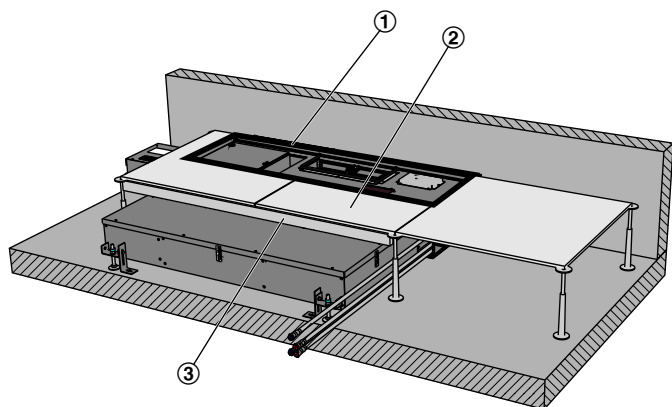

Abb. 6: Zwischenboden herstellen (Doppel- oder Hohlraumboden)
5. ▶ Zwischenboden (Abb. 6/2) so herstellen, dass das Lüftungsgitter mit dem Zwischenboden bündig abschließt (Lüftungsgitter 0 bis -0,5 mm unterhalb Bodenbelag), die Geräteöffnung (Abb. 6/1) aussparen. Im Bereich des Lüftungsgeräts dürfen keine Stützen gesetzt werden. Die Gerätebreite muss durch eine Unterkonstruktion (Abb. 6/3) abgefangen werden.